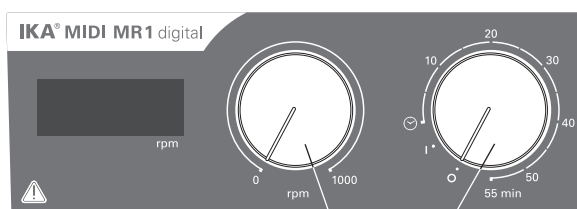

Fig. 3
- ☞ Du slår på apparatet ved å dreie bryteren „**på/av**“ og „**tidsur**“ (B, se Fig. 3) med klokken til posisjonen „1“.
- ☞ Du slår av apparatet ved å dreie bryteren „**på/av**“ og „**tidsur**“ (B) i posisjon „0“.
- ☞ Du slår på apparatet ved å dreie bryteren „**på/av**“ og „**tidsur**“ (B, se Fig. 3) med klokken til posisjonen „☺“.
- ☞ Still inn motorturtallet med dreiebryteren „**turtall** (rpm)“ (C, se Fig. 3). Motorturtallet kan justeres fra 0 til 1000 opm for **MIDI MR 1 digital** og fra 0 til 600 opm for **MAXI MR1 digital**.